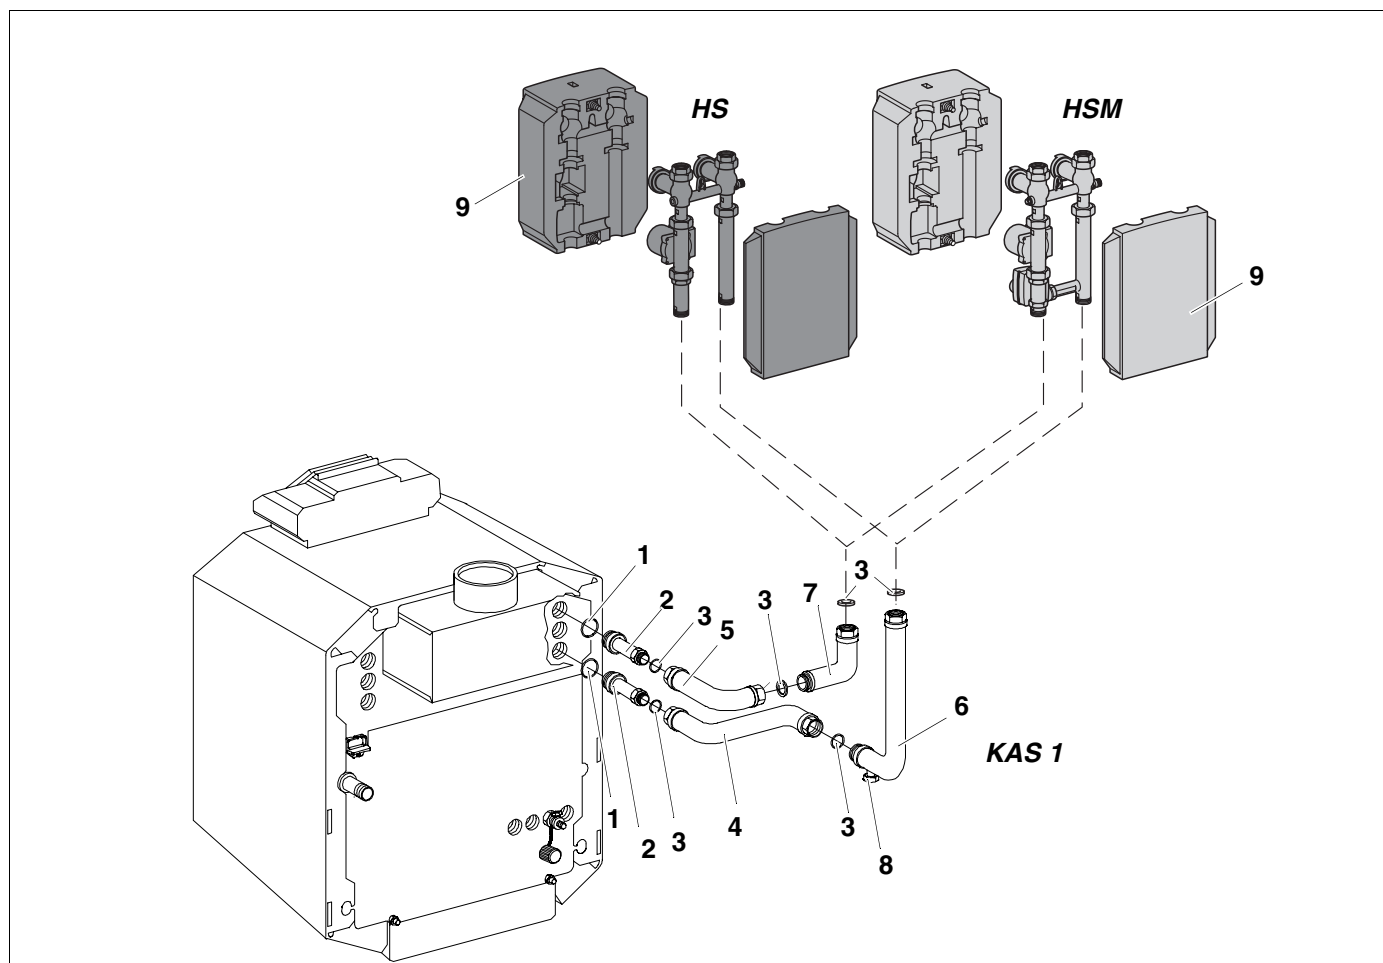

Fig. 6 Montaggio a sinistra KAS 1
Legenda per fig. 6
- Inserire le guarnizioni (3) nei filetti superiori dei segmenti verticali dei tubi.
- Montare il set circuito di riscaldamento con o senza miscelatore (HS o HSM) sui tubi come da fig. 6, avvitare a fondo le due parti e verificarne la tenuta.
- Infilare i gusci termoisolanti (9) da entrambi i lati sul rispettivo set circuito di riscaldamento e avvitare leggermente con le viti di plastica.